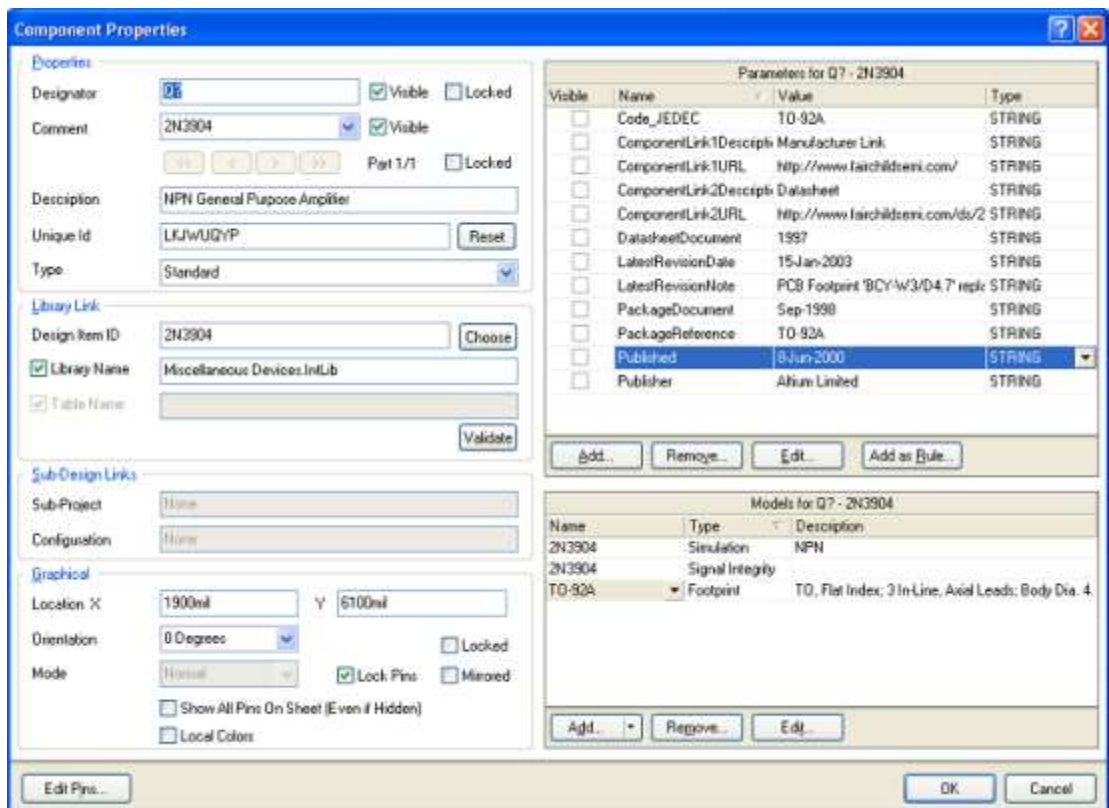

图 4.6 Component Properties 属性框
6. 放置器件在原理图之前，应该先设置其属性。当三极管贴着光标，点击 TAB 键，将打开 Component Properties 属性框。把该属性对话框设置成如图 4.6 所示。